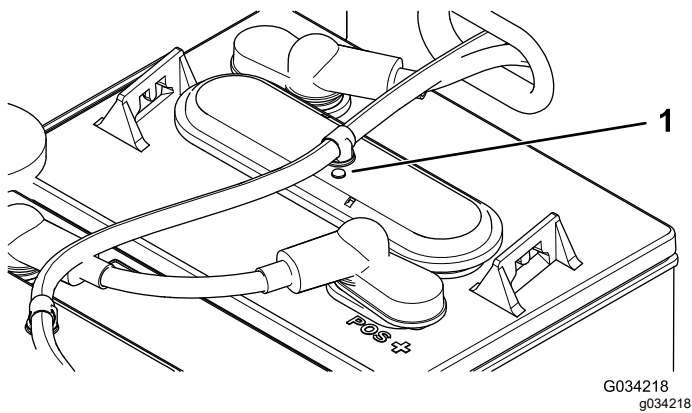

Bild 39
3. Prüfen Sie die Augen an jeder Batterie, ob sie schwarz oder weiß sind (Bild 39).